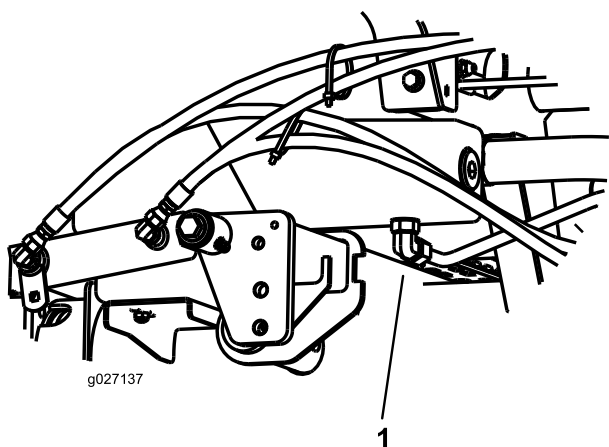

Figure 73
2. Placez un grand bac de vidange sous le raccord monté au bas du réservoir de liquide hydraulique (Figure 73).